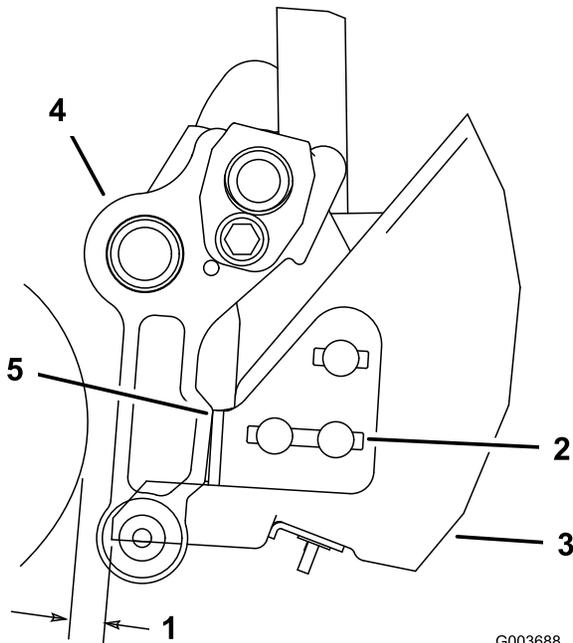

図 13
1. バスケットの左右で、ブラケットストップブラケットをバスケットに固定しているキャリッジボルトのナットをゆるめる 図 13。
2. バスケットの位置を調整するカッティングユニットに対してバスケットが平行であり、リールからバスケットのリップまでの距離が少なくとも6mmあるように調整する 図 13。